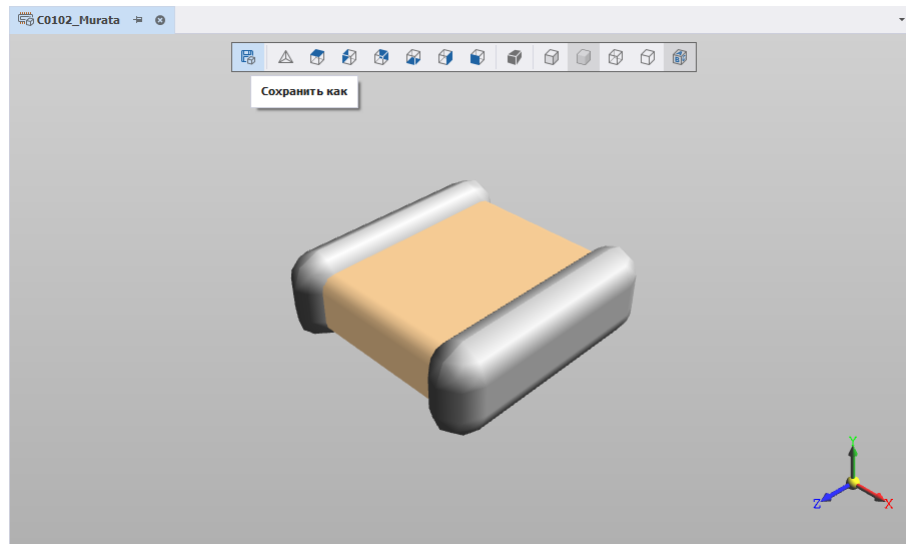

Рис. 89 Сохранение созданной 3D модели корпуса
4. Сохраните созданную модель, нажав «Сохранить как» или «Сохранить все» на панели инструментов окна редактора, см. Рис. 89. Возможные форматы сохранения модели: STEP, STL, C3D.